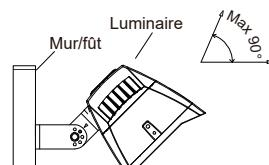

figure 10
Étape 3 : connectez le luminaire au support et resserrez les vis ; connectez les fils adéquatement (figure 10).
Remarque : L'angle réglable se réfère à la figure 10.